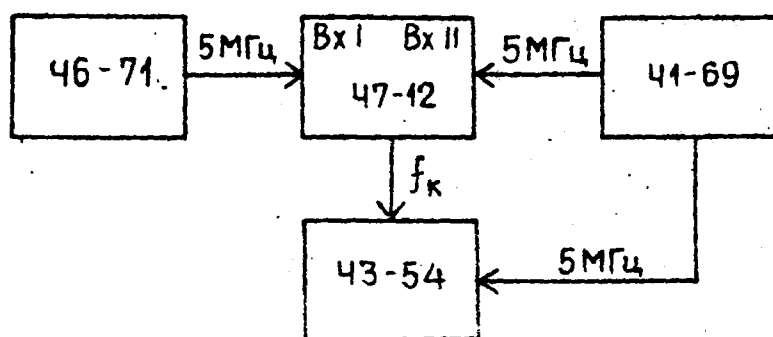

Рис. 12
12.3.10. Проверка пределов погрешности и установка частоты внутреннего кварцевого генератора производится путем измерения его частоты с помощью аппаратуры, собранной по структурной схеме, приведенной на рис. 12.